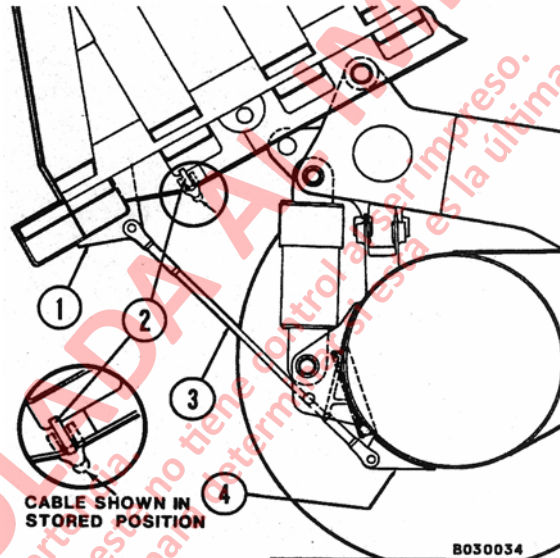

FIGURA 3-6. MONTAJE DEL CABLE TOLVA ARRIBA
1. Para mantener la tolva en la posición elevada, súbala hasta la altura máxima. Vea la figura 3-6.